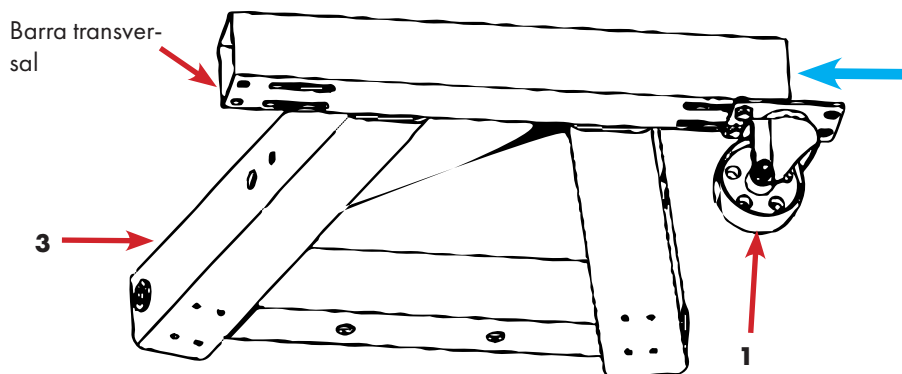

Fig.5
- Deslice los rodillos en una posición en la que los orificios de los rodillos estén alineados con los orificios del soporte π del , fig.5 siguiente.